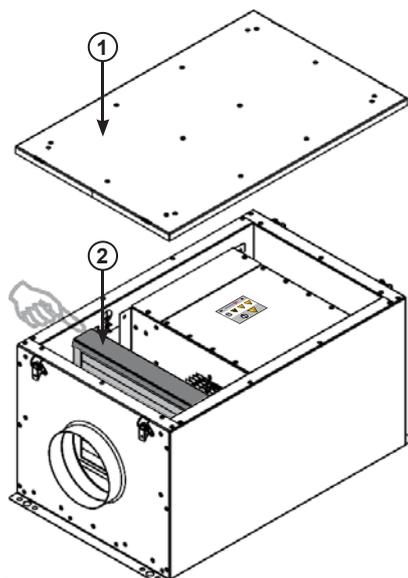

Abb. 12:
- Durch Lösen der Luftfilterklappe (2) ist der Filter (3) leicht ausziehbar. (s. Abb. 12+13)
- Nach dem Austausch des Filters ist die Luftfilterklappe (2) sowie die Geräteabdeckung (1) wieder zu schließen.